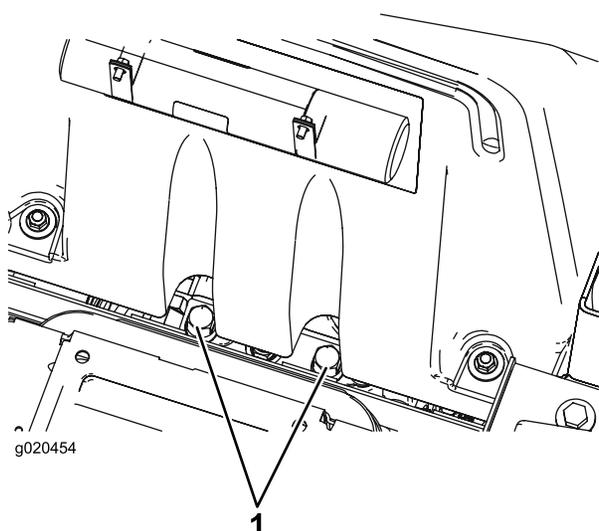

Figura 30
**Nota:** Le valvole di bypass sono posizionate sotto la parte anteriore del serbatoio (Figura 30).